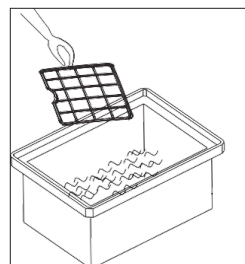

Fig. 3
3. Enjuague el filtro con agua (Fig. 3).